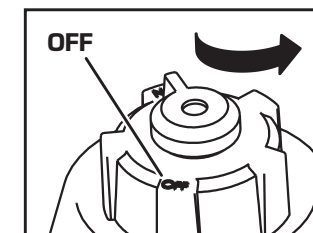

Figura 9
5. Una vez que el motor se haya enfriado por completo gire la perilla de ventilación de aire de la tapa de combustible a la posición **"OFF"** (Figura 9).